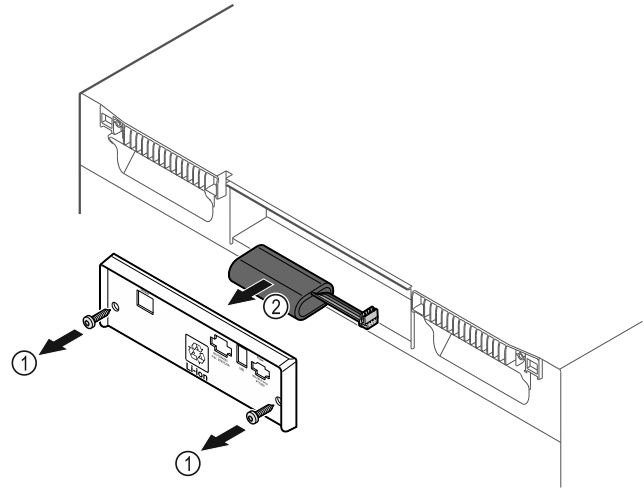

Fig. 235
- ▶ Deșurubați șuruburile și scoateți capacul de pe partea din spate a aparatului Fig. 235 (1).
- ▶ Deconectați și scoateți bateria Fig. 235 (2).